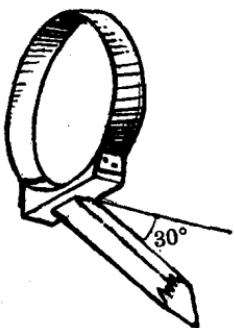

图 12
6. 木柄及柄座 用 $100 \times 40 \times 55$ (毫米)³木块做柄座，先在它的两端，按筒体画出凹弧，然后用钢丝锯锯出凹面，然后把木柄以 30° 角左右榫装在座内(图 12)，即成木柄座。